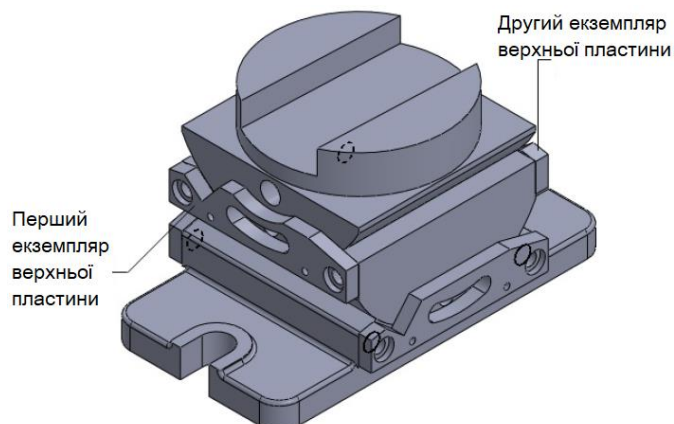

Рисунок 8.36 – Збірка після збирання другого екземпляра верхньої пластини
5. Аналогічно, вставте другий екземпляр Upper Plate та зберіть його з компонентами збірки (див. рис. 8.36).